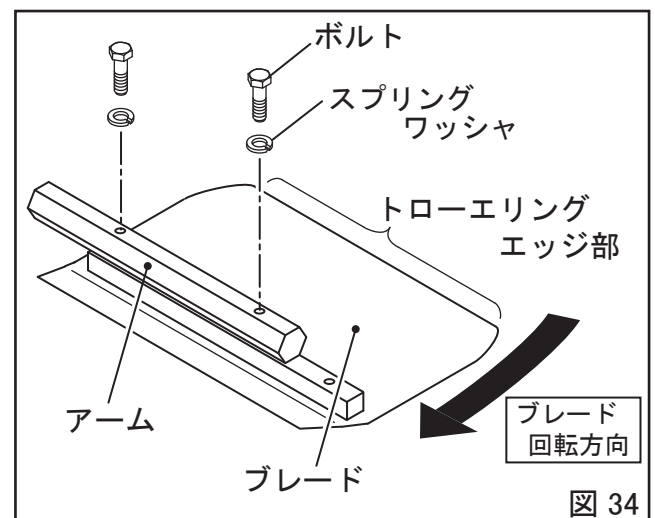

図 34
3. アームからボルト2本を外し、ブレードを取り外します。(図34)